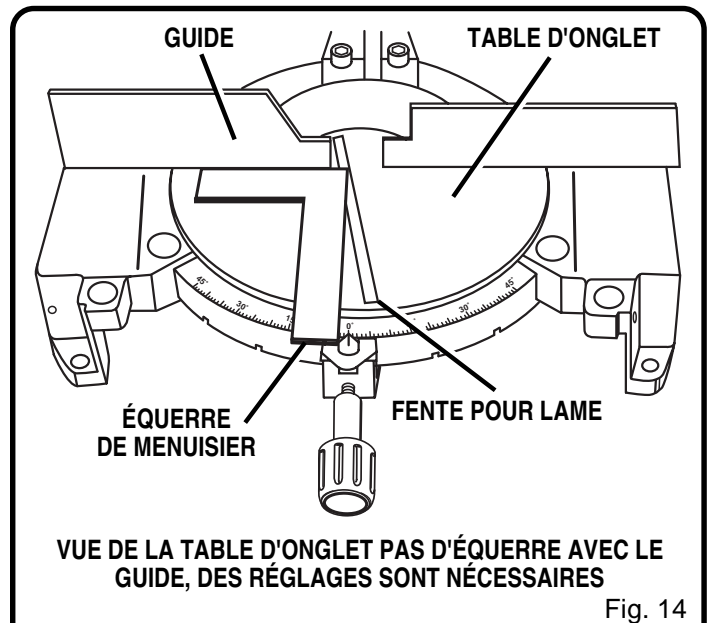

Fig. 14
- Si le bord de l'équerre de menuisier et de la fente pour lame ne sont pas parallèles comme l'illustrent les figures 14 et 15, faites les réglages nécessaires.